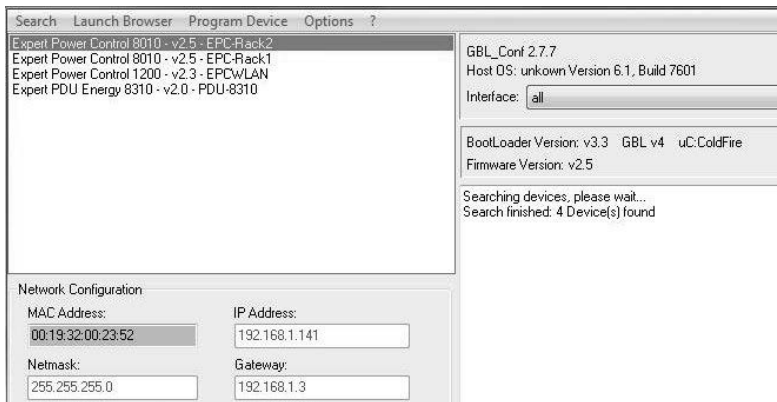

Fig. 2. Tous les appareils trouvés dans le programme de configuration GBL\_Conf.
- ① Ouvrez GBL\_Conf. Tous les appareils trouvés dans le réseau apparaissent alors dans la fenêtre de gauche, comme le montre la Fig. 2.
- ② Double-cliquez sur le nom de l'appareil. Vous serez automatiquement redirigé vers l'interface web de l'appareil dans votre navigateur web.